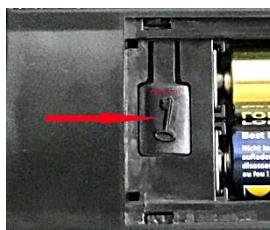

Fig. 3
- ❖ Para restaurar la configuración de fábrica anterior de la caja fuerte en cualquier momento, Mantenga presionado el botón pulsador ubicado en la parte posterior de la puerta, dentro del compartimiento de la batería, durante más de 3 segundos hasta que se emitan dos pitidos. Véase la Fig. 3.
Con la puerta de la caja fuerte abierta, presione y suelte el botón ubicado en la parte posterior de la puerta, en el compartimiento de la batería, vea la Fig.3. Se emite un pitido y el escáner de huellas digitales y la pantalla parpadean. Ingrese la nueva combinación que consta de 3 a 8 dígitos seguido del botón “LOCK”. La nueva combinación está programada con éxito. Ahora puede operar la caja fuerte con su nueva combinación. La antigua combinación se borrará.
Con la puerta de la caja fuerte abierta, presione y suelte el botón ubicado en la parte posterior de la puerta, en el compartimiento de la batería, vea la Fig.3. Se emite un pitido y el escáner de huellas digitales y la pantalla parpadean.
Nota: Se pueden programar 100 huellas dactilares. Cuando la luz roja parpadea en el escáner de reconocimiento de dedos 10 veces y el pitido suena 10 veces, esto es una indicación de que el registro de huellas digitales está lleno. Para eliminar las huellas dactilares y programar nuevas, presione y mantenga presionado el botón pulsador ubicado en la parte posterior de la puerta, en el compartimiento de la batería, durante más de 3 segundos hasta que se emitan dos pitidos. Véase la Fig. 3. La combinación es ahora **159**. Programe nuevamente la combinación y programe nuevamente las huellas dactilares deseadas.